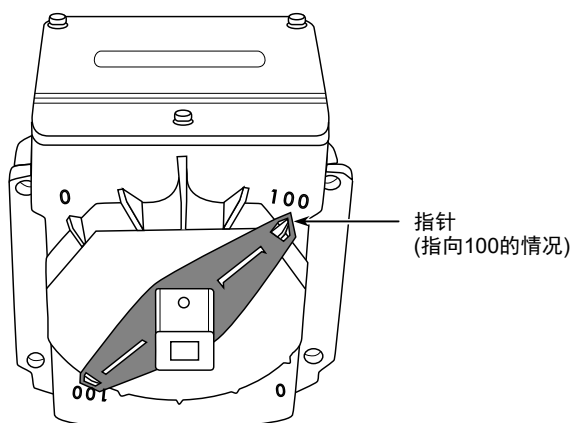

图8 执行器全开时的指针位置
- (3) 与阀门相同,请确认执行器开度处于全开(100%)。(出厂时被设定为全开位置。)如图8所示,可通过执行器底部的指针确认开度。在将执行器调整到全开位置的情况下,请参照专用执行器规格使用说明书(AI-6829C, AI-7285C)的[手动开/关的方法]章节。